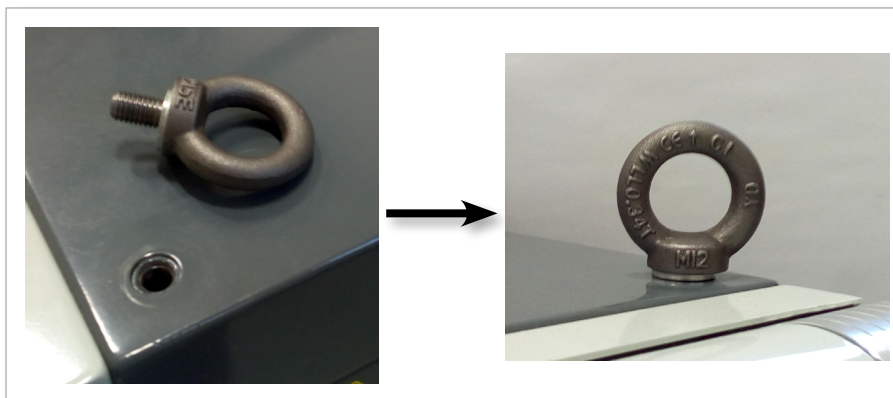

Abbildung 3-10 Installation von Ringschrauben und Unterlegscheiben
Montieren Sie die Ringschrauben und Unterlegscheiben und installieren Sie sie in den Löchern auf der Oberseite der E-Multi-Steuerung. Siehe Abbildung 3-10.
6. Befestigen Sie Schlaufen an allen Ringschrauben. Siehe Abbildung 3-10.